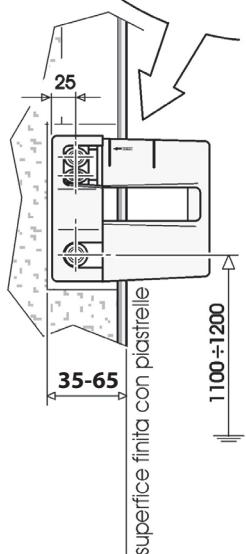

Fig. 3
- Rispettare le quote riportate nella figura successiva. (Fig 3)
- Respect the dimensions shown in Figure 3
- Die in der nächsten Abbildung dargestellte Höhe einhalten. (Abb. 3)
- Respecter les dimensions indiquées dans la figure suivante. (Fig 3)
- Respete las medidas que se muestran en la siguiente figura. (Fig.3)